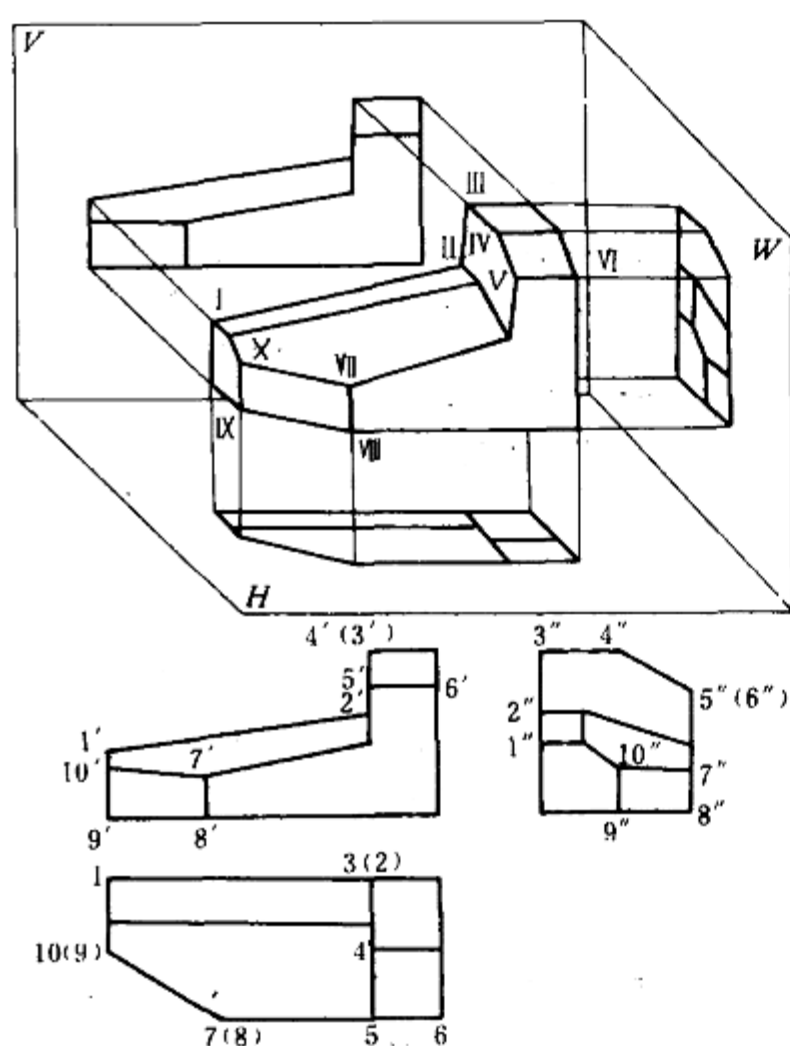
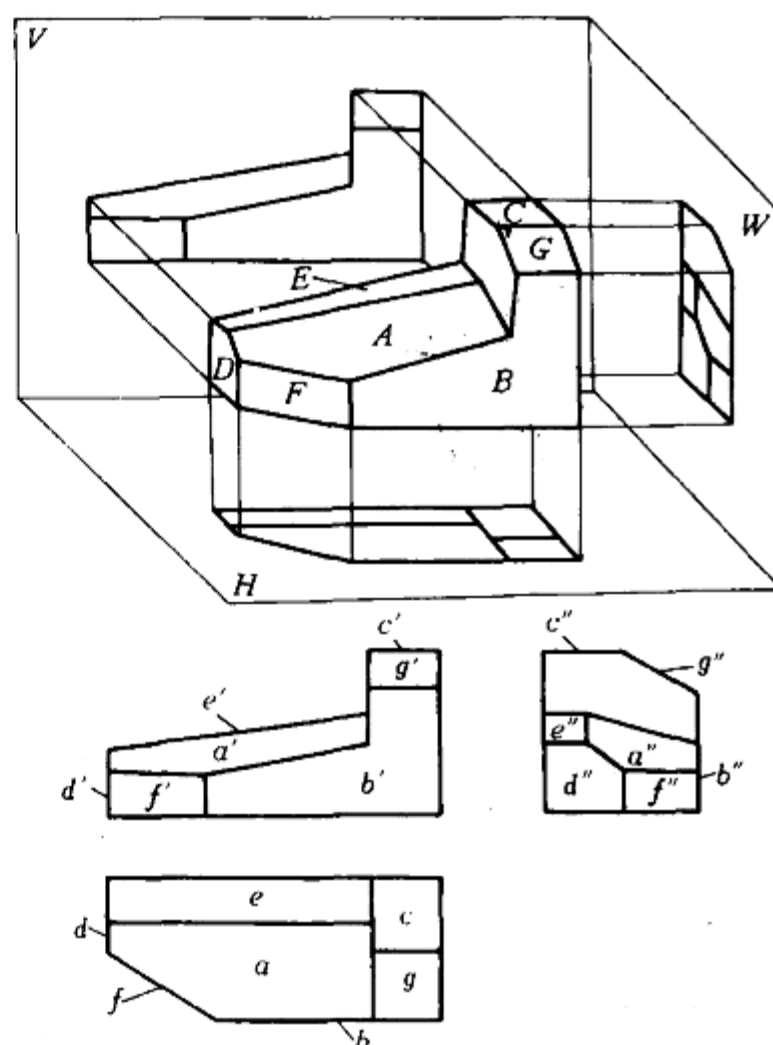

图 1-5 直线在三个投影面中的投影
图 1-6 平面在三个投影面中的投影
1) 直线在三投影面中的投影见图 1-5。
① 一般位置直线 如 $VI\ X$ 直线。投影特性是：在三个投影面上的投影均为倾斜的线，且线长小于实长。
② 投影面平行线 分三种：正平线，如 $I\ II$ 直线；水平线，如 $III\ IV$ 直线；侧平线，如 $V\ VI$ 直线。投影特性是：在所平行的投影面上的投影是一条斜线，反映实长，其余两个投影是横平线竖直线，且不反映实长。
③ 投影面垂直线 分三种：正垂线，如 $III\ IV$ 直线；铅垂线，如 $VI\ VII$ 直线；侧垂线，如 $V\ VI$ 直线。投影特性是：在所垂直的投影面上的投影积聚成一点，其余两投影是横平线或竖直线且反映实长。
2) 平面在三投影面中的投影见图 1-6。